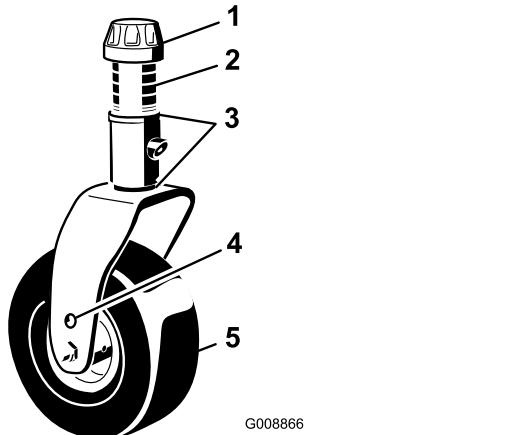

Figure 101
1. Enlevez le chapeau de tension de l'axe de pivot et sortez l'axe du bras pivotant (Figure 101). Repositionnez les cales pour éléver ou abaisser la roue pivotante, selon les besoins, et obtenir la bonne inclinaison.